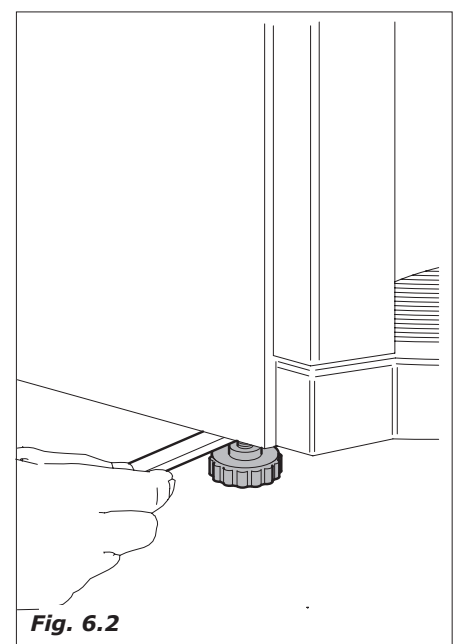

Fig. 6.2
- Posicionar o distribuidor, prestando atenção ao nivelamento regulando os pezinhos já montados sobre o móvel (Fig.6.2). Verificar que o distribuidor não tenha uma inclinação superior aos 2°.